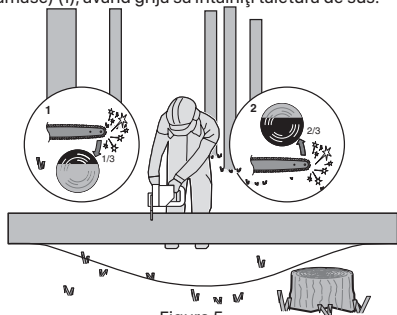

Figura 5
Dacă bușteanul se sprijină pe ambele capete, vezi figura 5, tăiați de sus 1/3 din diametru (1). Finalizați debitarea printr-o tăiere de jos în sus a diametrului rămas (cele 2/3 rămase) (2), având grijă să întâlniți tăietura de sus.